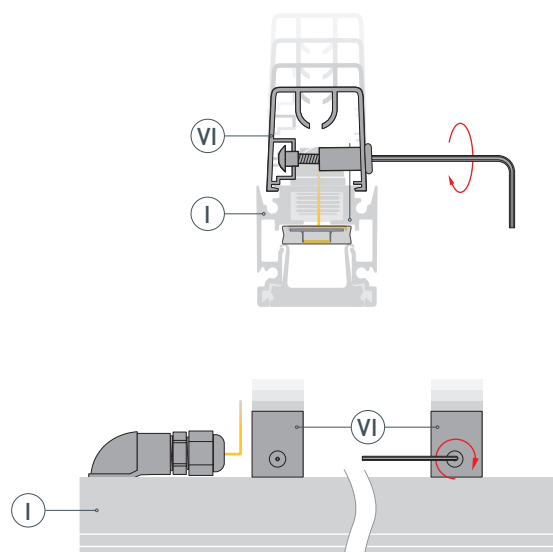
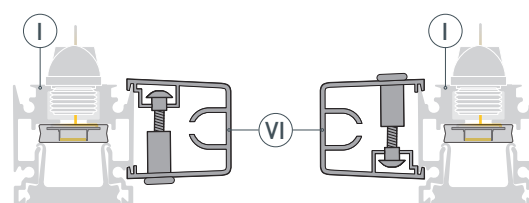

Рис. 3. Вид профиля сбоку. Установка сальника и ответных частей держателей на профиль
Рис. 4. Дополнительные варианты установки ответных частей держателей на профиль
- 4** / Установите на профиль **I** ответные части держателей **VI** и зафиксируйте их, затянув гайки с помощью шестигранного ключа (рисунок 3). Если в дальнейшем необходимо регулировать положение профиля с помощью держателя, то не затягивайте гайки полностью. Возможны различные варианты установки ответной части держателя **VI** на профиль **I** (рисунок 4).